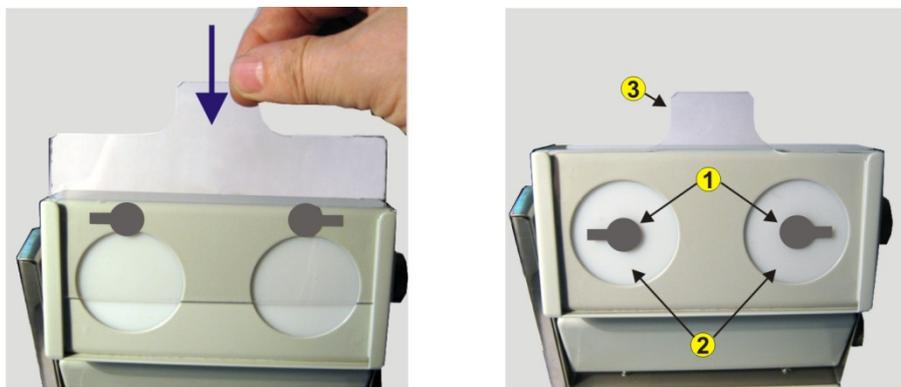

Рис.5. Установка карты с тест-объектами в корпус излучателей
Расстояние между центрами световых излучателей составляет 65мм, а диаметр каждого излучателя - 40мм. С обеих сторон рабочей поверхности корпуса имеются пазы, в которые устанавливается прозрачная пластиковая карта с нанесёнными на ней тест-объектами для правого и левого глаза (рис.5).
5.4. Выбрать карту с необходимыми для проведения процедуры размерами тест-объектов и вставить её в пазы корпуса излучателя для тест-объектов (рис.5).